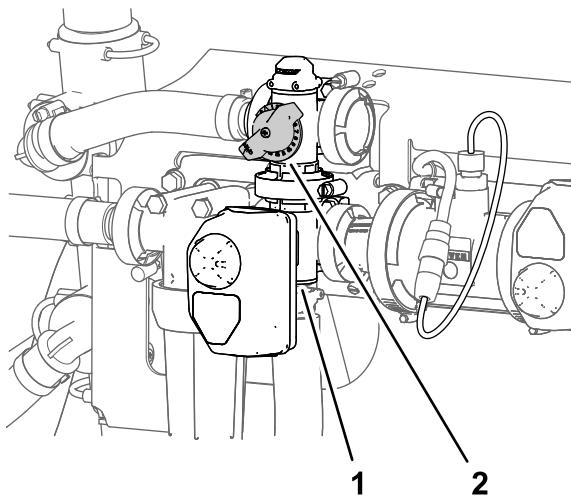

图 32
12. 调整搅拌阀背面的搅拌旁通阀 图 32 直至压力表上打药机系统压力读数为 6.89bar。